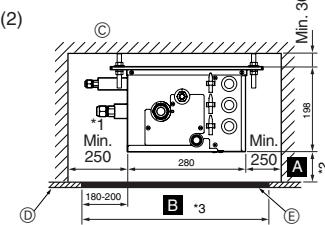
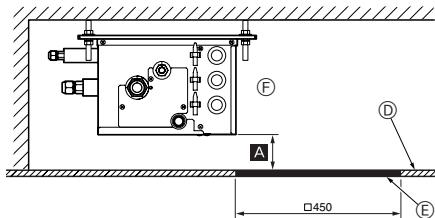

Fig. 4-5
Fig. 4-6
#### (2) Zijaanzicht (Fig. 4-5, Fig. 4-6)
Als □ 450", maakt u een onderhoudsgat aan de zijde van een printplaat (zoals getoond in Fig. 4-6), en is "min. 300 mm" nodig als afstand Ⓑ.